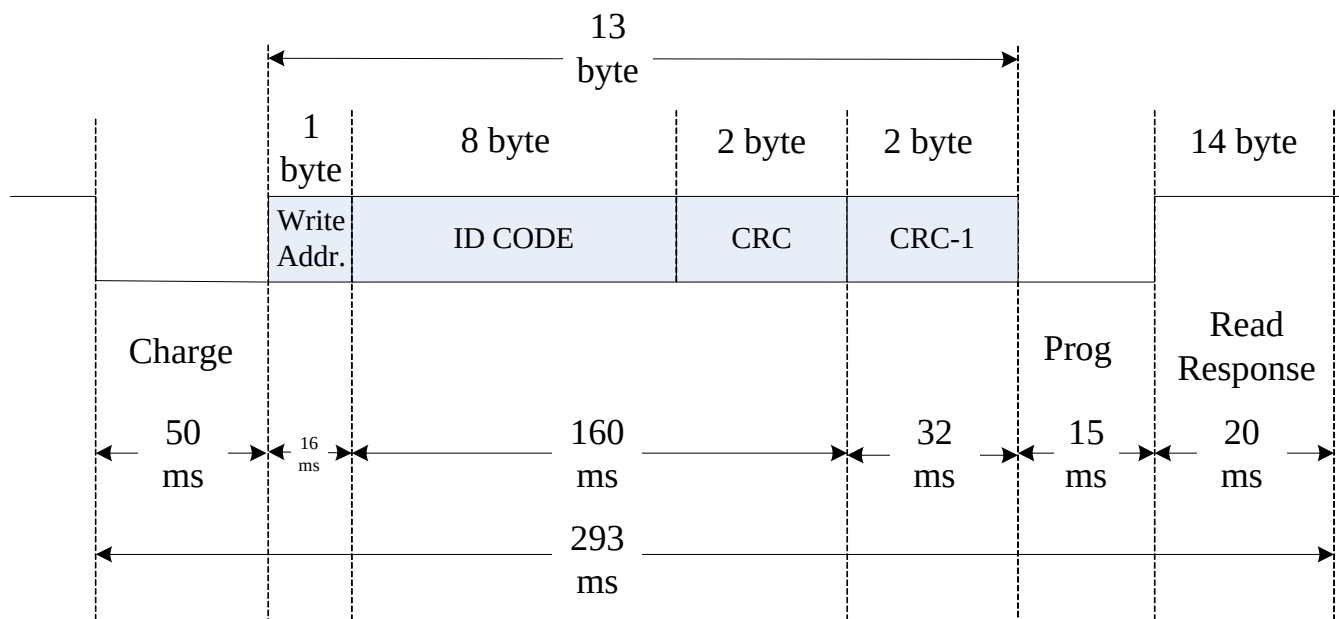

Figure 9
(1) 寫入時序請參閱 Figure 9，共送出 13 bytes，格式如下：